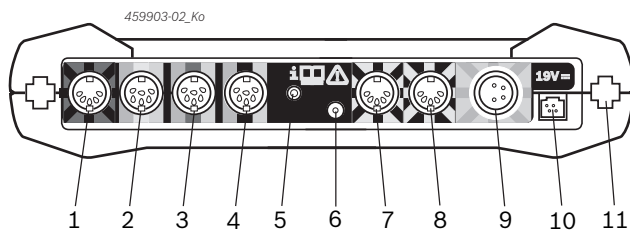

Fig. 2: Regleta de conexión del producto FSA 500 (desde abajo)
Para la conexión véase la fig. 2, pos. 6.
5. Conectar los sensores en las ranuras de inserción de la unidad de medición previstas (véase fig. 2).